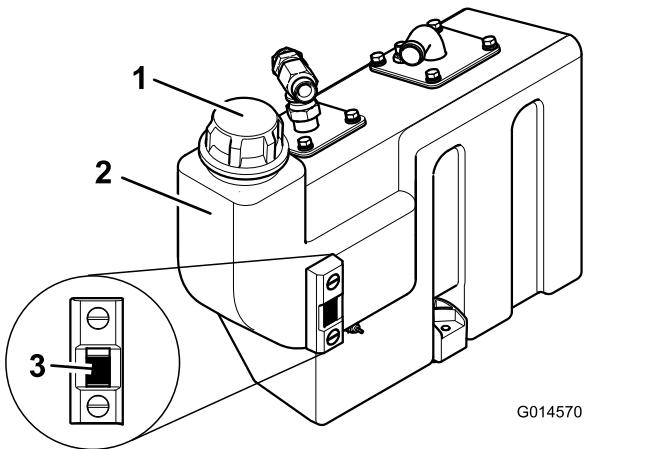

Figura 26
3. Si es necesario añadir fluido hidráulico, limpie la zona alrededor del cuello de llenado y el tapón del depósito hidráulico (Figura 26) y retire el tapón.